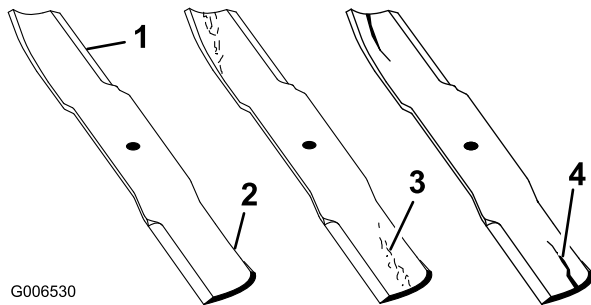

Figura 87
1. Controllate i taglienti (Figura 87). Se i taglienti non sono affilati o mostrano delle tacche, togliete le lame e affilatele. Vedere Affilatura delle lame.
2. Controllate le lame, in particolare l'area curva (Figura 87). In caso di danni, usura o scanalature nell'area (Figura 87), montate immediatamente una nuova lama.